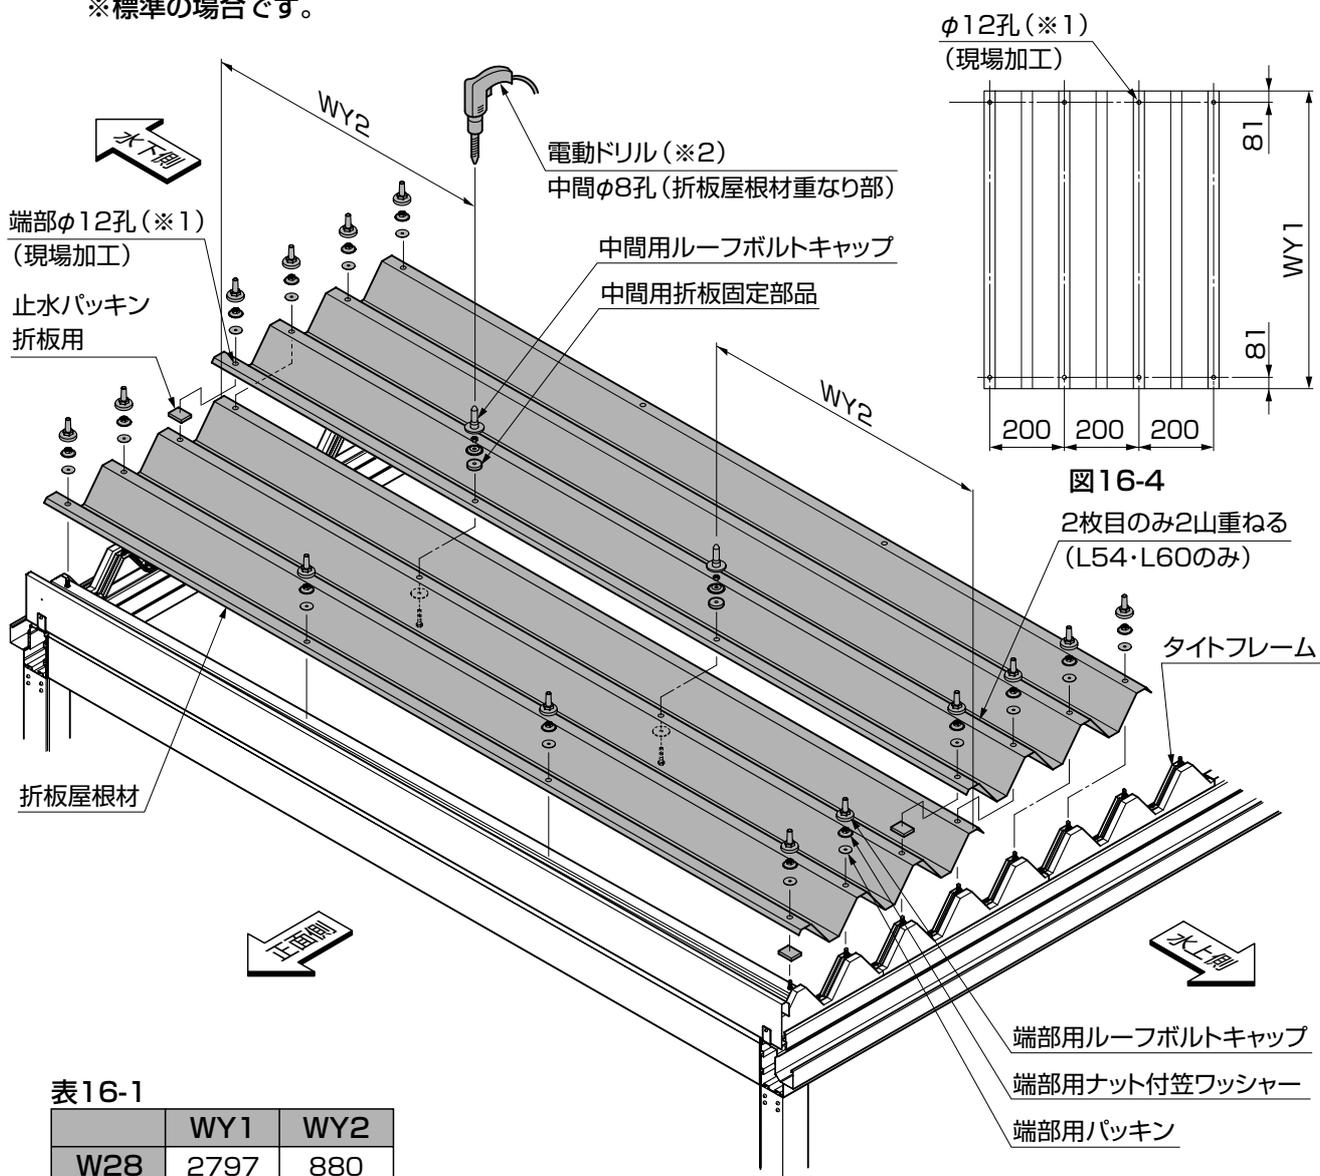

図16-4
- ①折板屋根材の両端部に4ヶ所、 $\phi 12$ の孔(※1)をあけてください。(図16-4参照)